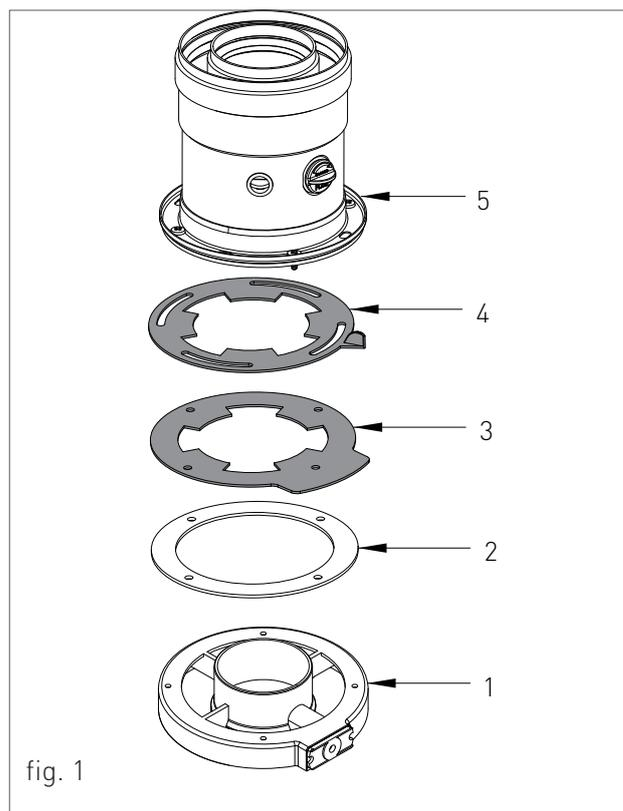

fig. 1
Per il montaggio dei diaframmi regolabili sul sistema sdoppiato procedere nel seguente modo (vedi fig.1):
- › pulire la superficie della testata in corrispondenza del foro di aspirazione aria (1-fig.1);